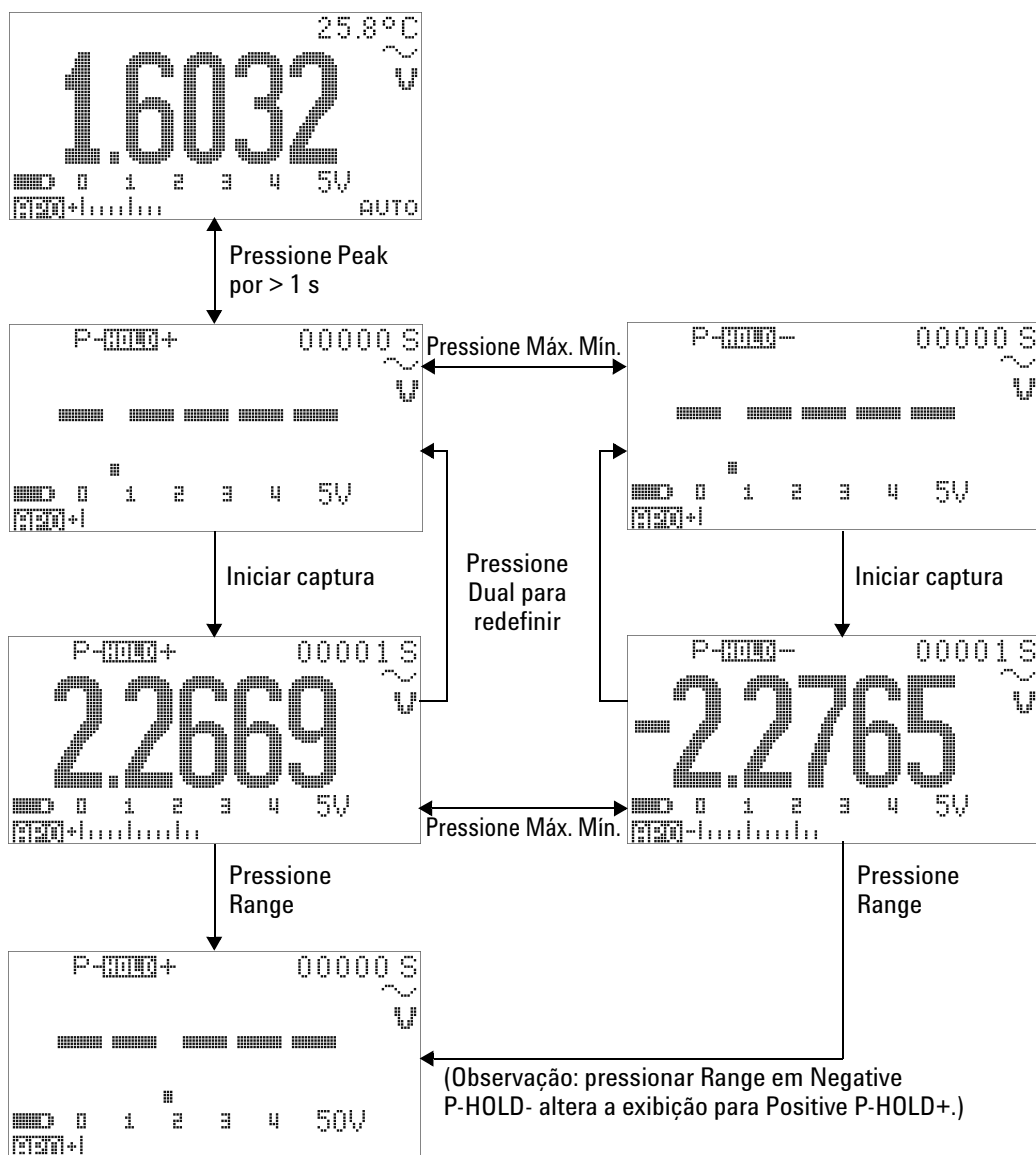

Figura 3-7 Operação do modo 1 ms Peak Hold
- 4 No exemplo de medição da **Figura 3-7 na página 74**, o fator de crista será de $2,2669/1,6032 = 1,414$.